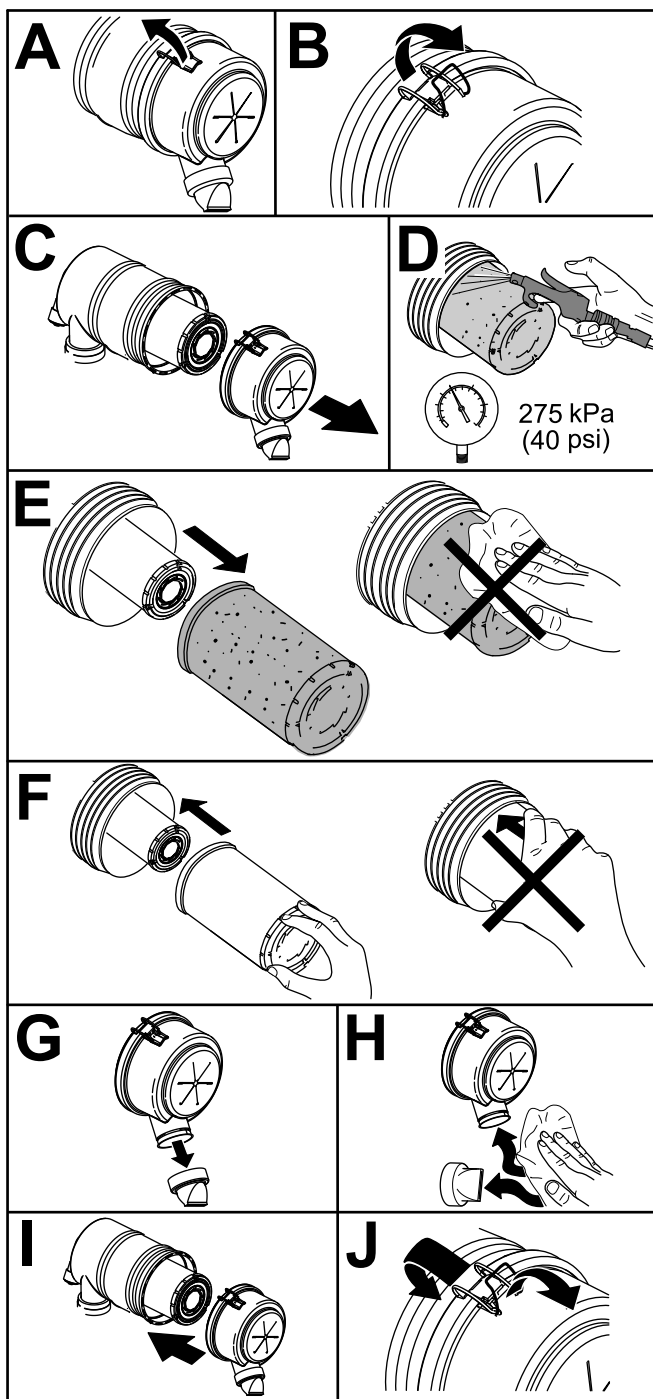

Bild 54
1. Wechseln Sie den Luftfiltereinsatz aus (Bild 54).